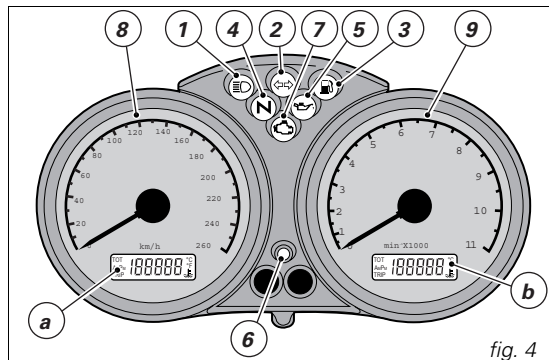
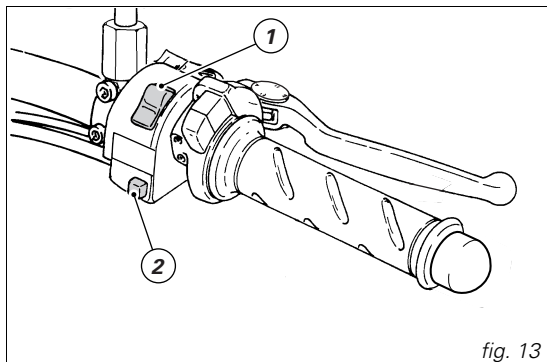

fig. 4
fig. 13
Cruscotto (fig. 4)
La seguente procedura offre quindi la possibilità all'utente, in caso di problemi al sistema immobilizer, di disabilitare la funzione "blocco motore" rappresentata dall'accensione simultanea della spia giallo ambra **EOBD** (7, fig. 4). L'operazione è possibile solo conoscendo il codice elettronico (electronic code) riportato sulla code card.
La spia EOBD (7, fig. 4) si spegne dopo un tempo prestabilito di 8 secondi.
4) Contare un numero di lampeggi della spia EOBD (7, fig. 4) pari alla prima cifra del codice segreto. Portare la manopola acceleratore in posizione tutta aperta per 2 secondi, quindi rilasciare. Viene così riconosciuta l'immissione di una cifra e la spia EOBD si accende e rimane in questo stato per un tempo prestabilito di 4 secondi. Ripetere l'operazione fino all'introduzione dell'ultima cifra. Nel caso in cui non si compia nessuna operazione con l'acceleratore, la spia EOBD pulserà per 20 volte, poi si accenderà in modo fisso e la procedura dovrà essere ripetuta dal punto (1).
6) Se il codice NON è stato introdotto correttamente la spia EOBD rimane accesa ed è possibile ripetere le operazioni riportando la chiave su **OFF** e ripartendo dal punto (1) per un numero illimitato di volte.
1) se il codice viene riconosciuto, la spia (6, fig. 4), posta sul quadro strumenti, emette un breve lampeggio; il sistema di protezione ha riconosciuto il codice della chiave e disattiva il blocco motore. Premendo il pulsante START (2, fig. 13), il motore si avvia;
2) se la spia (6, fig. 4) o la spia EOBD (7, fig. 4) rimangono accese, il codice non è stato riconosciuto. In questo caso si consiglia di riportare la chiave in posizione OFF e poi di nuovo in ON, se il blocco persiste, riprovare con l'altra chiave in dotazione di colore nero. Se ancora non si riesce ad avviare il motore, rivolgersi alla rete assistenziale DUCATI.
3) Se la spia (6, fig. 4) rimane lampeggiante significa che una segnalazione del sistema immobilizer è stata ripristinata (ad esempio con la procedura di sblocco tramite manopola). Ruotando la chiave in posizione OFF e nuovamente su ON la spia immobilizer dovrebbe riprendere il suo normale funzionamento (vedi punto 1).
Commutatore destro (fig. 13)